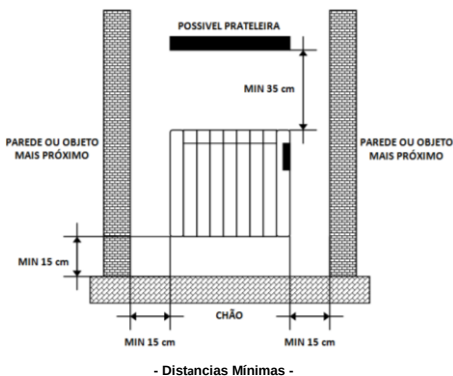

Fig.1
- O radiador deve estar afastado, a uma distância mínima de 15 cm., de qualquer material combustível, cortinas, móveis, sofás, cadeiras, etc. (Fig. 1).